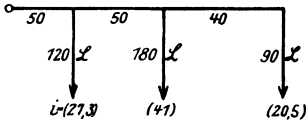

Abb. 278. Zu Aufgabe 337.
**337.** Es ist der Querschnitt einer Drehstromleitung zu berechnen, wenn die Lampen in  $\Delta$  geschaltet und die Belastungen in Lampen je 50 W angegeben sind (siehe Abb. 278). Die Spannung der Lampen beträgt 220 V und der Spannungsverlust soll 2% der Lampenspannung nicht überschreiten.
Die Stromstärke in einer Lampe ist  $\frac{50}{220} = 0,227 \text{ A}$ , also von 120 Lampen  $120 \cdot 0,227 = 27,3 \text{ A}$ , von 180 Lampen = 41 A, von 90 Lampen = 20,5 A, welche Zahlen eingeklammert in Abb. 278 angegeben sind. Aus Gl IX a folgt: